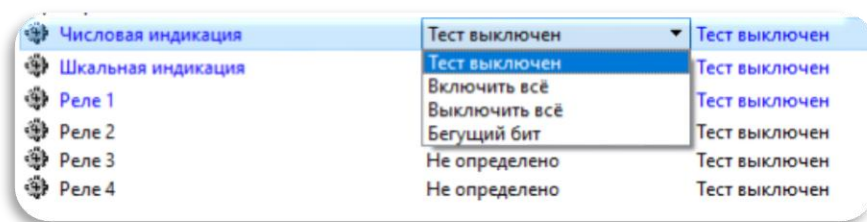

Рисунок 58 - Числовая индикация
2.5.6.15.1 Числовая индикация (Рисунок 58) – тестируется путем включения всех сегментов (включить всё) или одновременно отображая из каждого числа (разряда) сегмент (бегущий бит); также возможно выключить все сегменты или закончить тест;